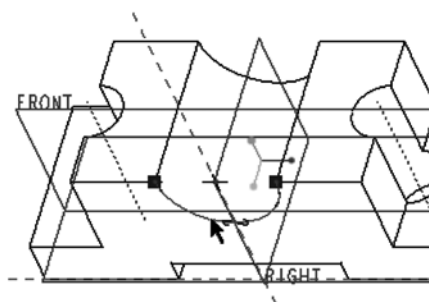

图 3-15 单击轮廓边绘制开放式剖面（投影）
- 5 在功能区“草绘”选项卡的“草绘”面板中单击“投影”按钮, 系统弹出“类型”对话框, 选择“单一”单选按钮, 单击如图 3-15 所示的轮廓边通过投影来创建新图元, 单击“类型”对话框中的“关闭”按钮。